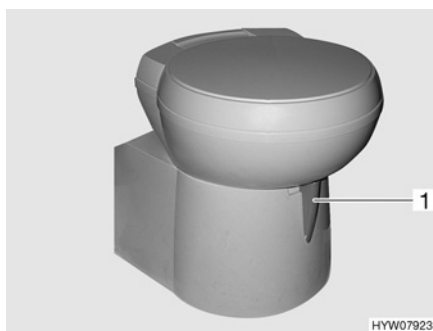

Fig. 114 Tazza del WC Thetford (orientabile)
- Prima di tirare l'acqua, aprire il cursore della toilette Thetford. A tal fine girare la leva del cursore (Fig. 114,1) in senso antiorario.
- Ruotare la leva del cursore (Fig. 114,1) in senso orario. Il cursore viene chiuso. Per svuotare il cursore **deve** essere chiuso nella toilette Thetford.